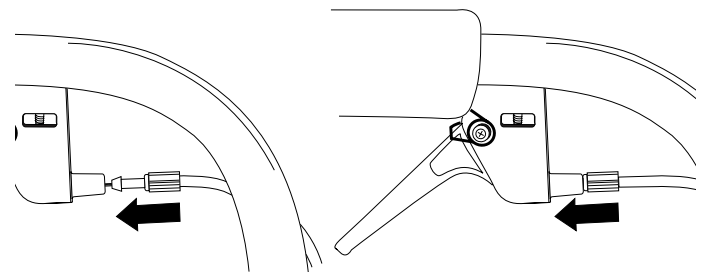

Figure 11
5. Enfoncez le câble de la manette dans le boîtier de la détente jusqu'à ce qu'il y ait un déclic (Fig. 11).